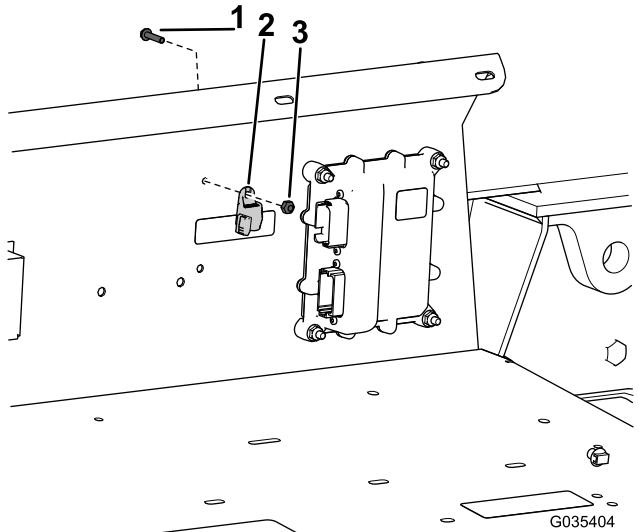

Рисунок 7
4. Снимите колпачок (Рисунок 7) с жгута проводов.
5. Установите колпачок жгута проводов на ограждение крыла с помощью винта (№ 10) и контргайки, как показано на Рисунок 7.